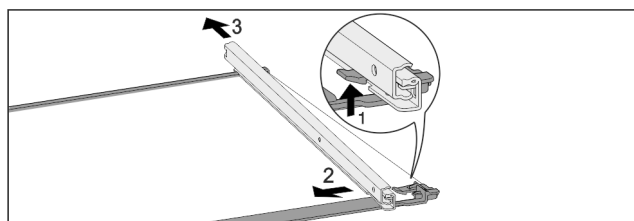

Fig. 139 Staklena ploča s vodicama
- Prednji uskočnik pritisnite prema gore. Fig. 139 (1)
- Izvlačnu vodicu povucite u stranu Fig. 139 (2) i prema natrag Fig. 139 (3).